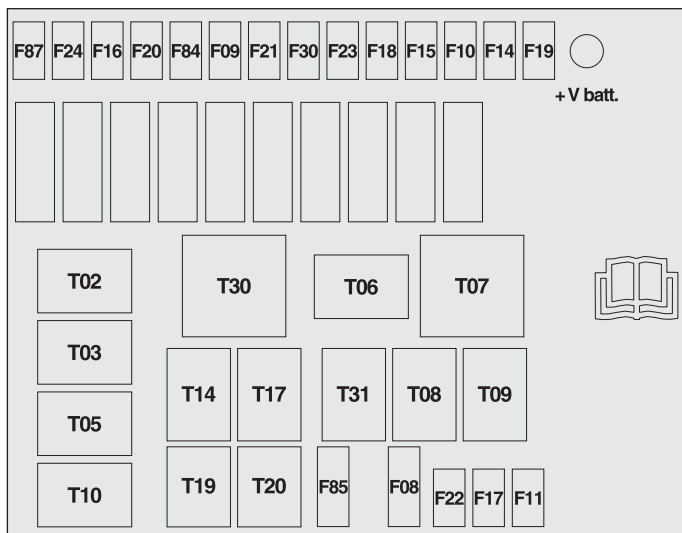

fig. 49
**Centralina vano motore - fig. 49**